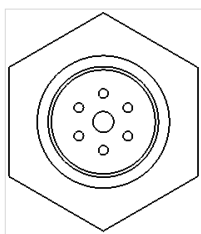

Рис.2 Мундштук 1П-1, 2П-1
4.8 На горелку могут быть установлены мундштуки 2 типов (см. рис.2, 3) с большим центральным и меньшими боковыми отверстиями (тип -1) и с одинаковыми центральным и боковыми отверстиями (тип -2).